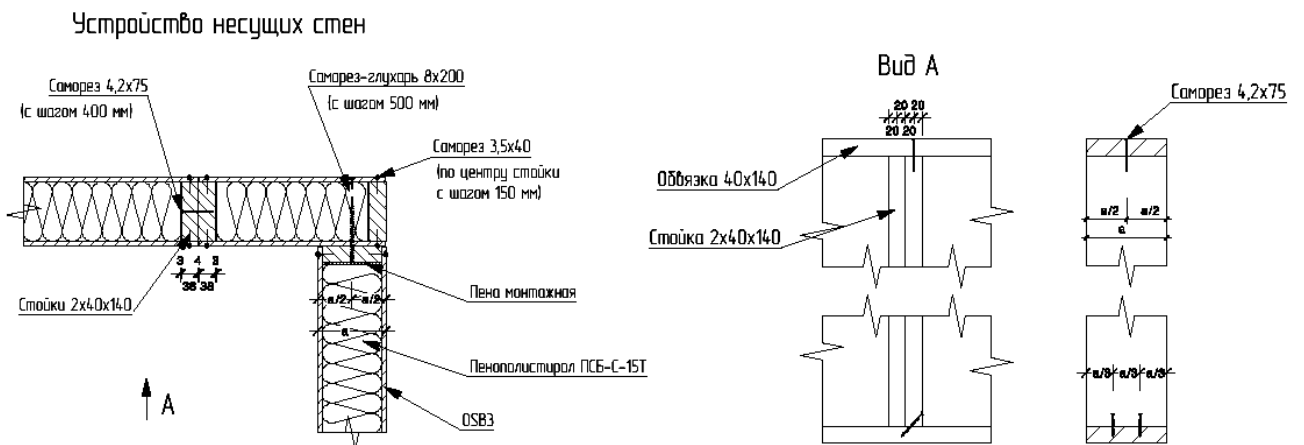

Рис. 14: Устройство несущих стен дома.
14. Сборка стен второго и более этажей также проводится аналогично сборке стен первого этажа. Устройство стен при условии правильной сборки должно соответствовать Рис. 14 и Рис. 15.